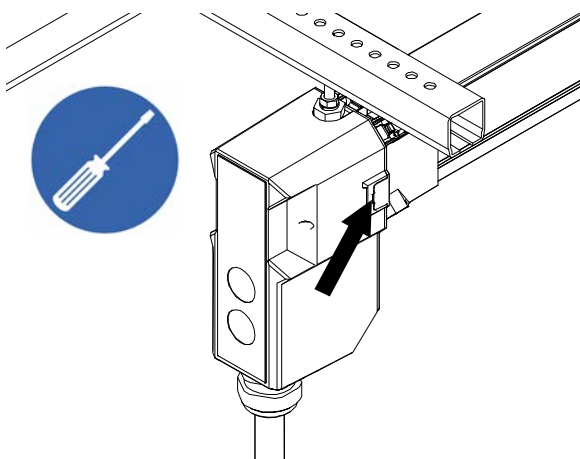

Abb. 134: Breite Klips lösen
- Breite Klips an der Seite der Endeinspeisung (2x) mit Schlitzschraubendreher lösen (siehe Abb. 134)